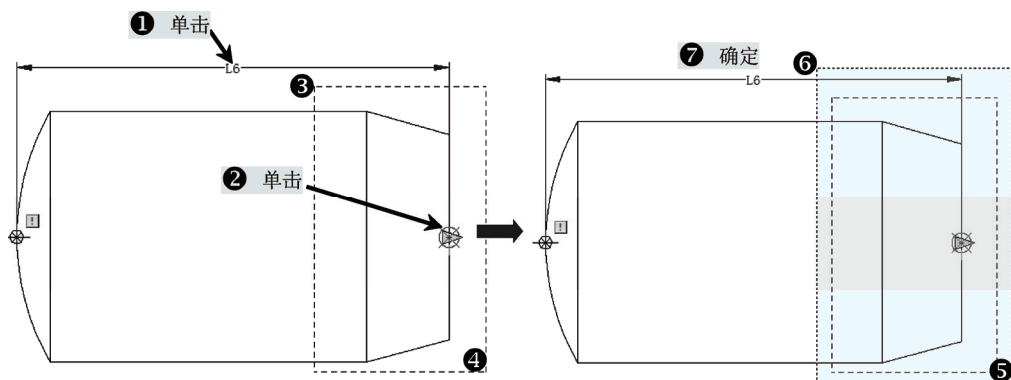

图 9-34 拉伸动作操作
4) 在“动作”选项卡中单击“拉伸”工具按钮, 选择标签“L6”, 提示指定关联的参数点, 单击右端竖直线段的中点, 提示指定拉伸框架的第一个角点, 框选图形的右边部分, 提示要旋转拉伸的对象, 框选图形的右边部分, 并确定, 如图 9-34 所示。